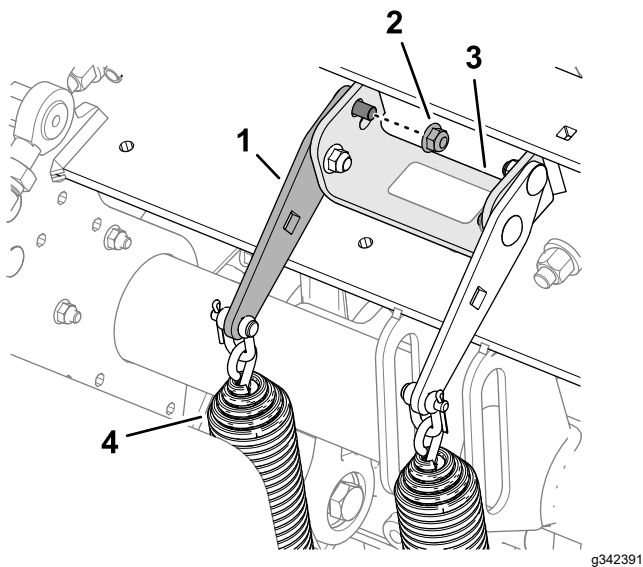

Bild 109
2. Lösen Sie die vordere Sicherungsbundmutter und Schlossschraube, mit denen die Federspannplatte an der Halterung des Aerifizierkopfs befestigt ist (Bild 109).